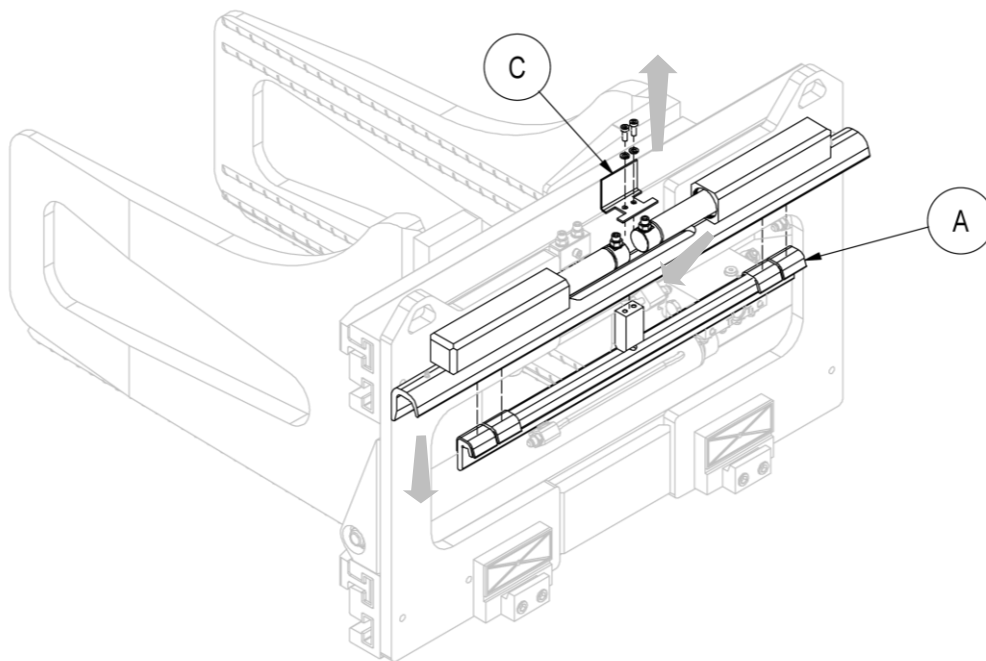
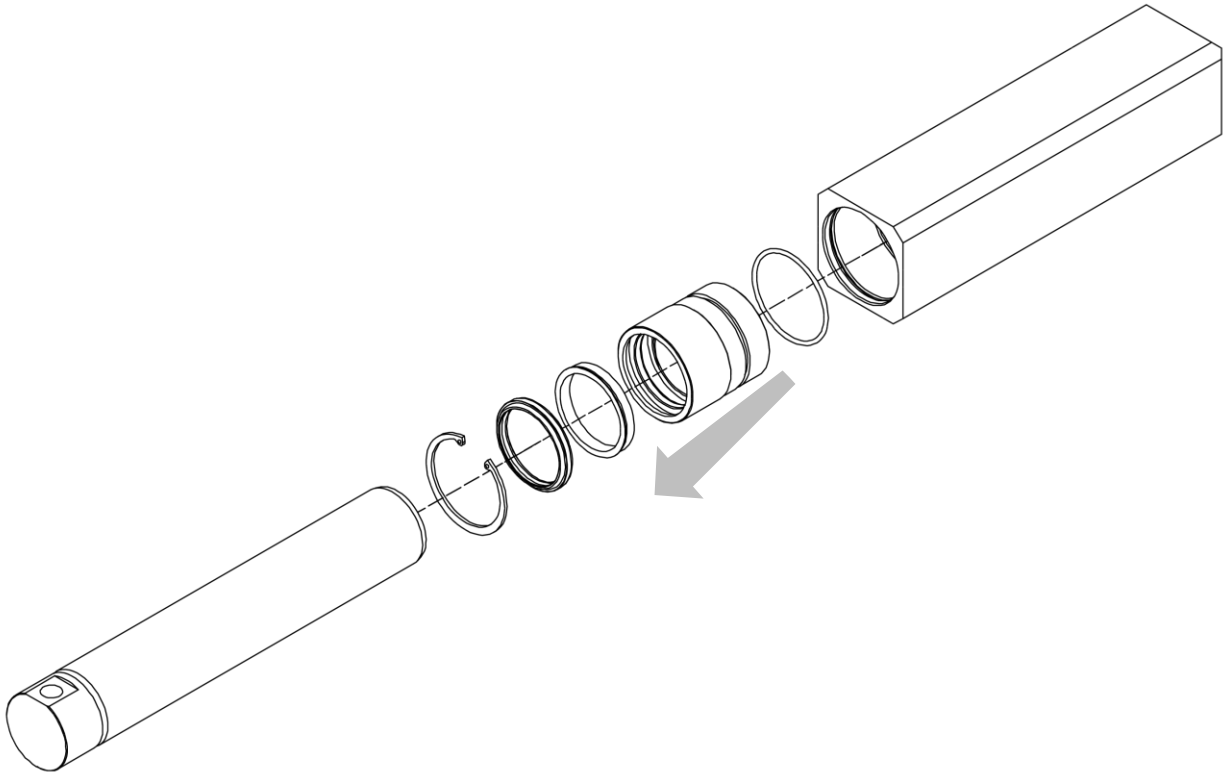

Figura 29
Figura 30
3. Quitar el doble gancho (A) después de quitar el “plato de protección” (P) con sus tornillos (en el punto *Errore. L'origine riferimento non è stata trovata.* esto ya está explicado).
7. Mirar la *Figura 29* y la *Figura 30*.